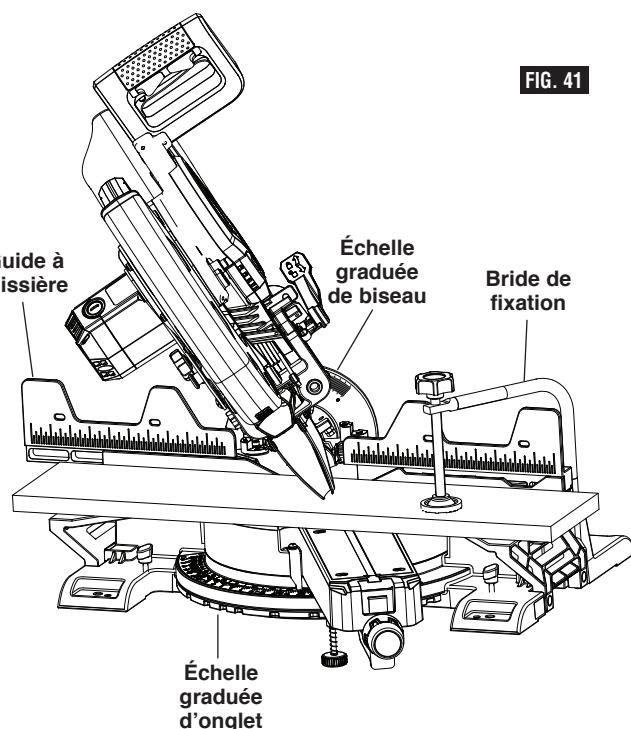

FIG. 41
2. Positionnez correctement l'ouvrage et assurez-vous qu'il est assujetti fermement par une bride contre la table et le guide (figure 41).
**AVERTISSEMENT** Soyez conscient de la trajectoire de la lame. Faites une passe de pratique avec la scie hors tension en réalisant une simulation du cycle de coupe, et observez la trajectoire projetée de la lame de scie. Gardez les mains à au moins six (6) pouces de la trajectoire projetée de la lame de scie.